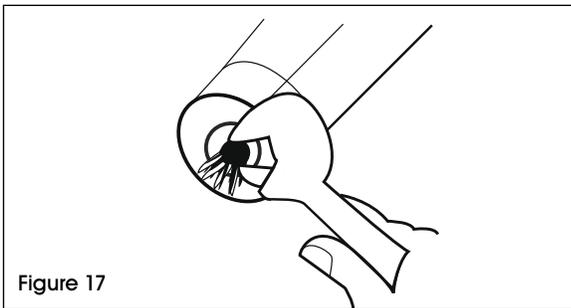

Figure 17
4. Dévissez l'orifice. (Voir Figure 17)